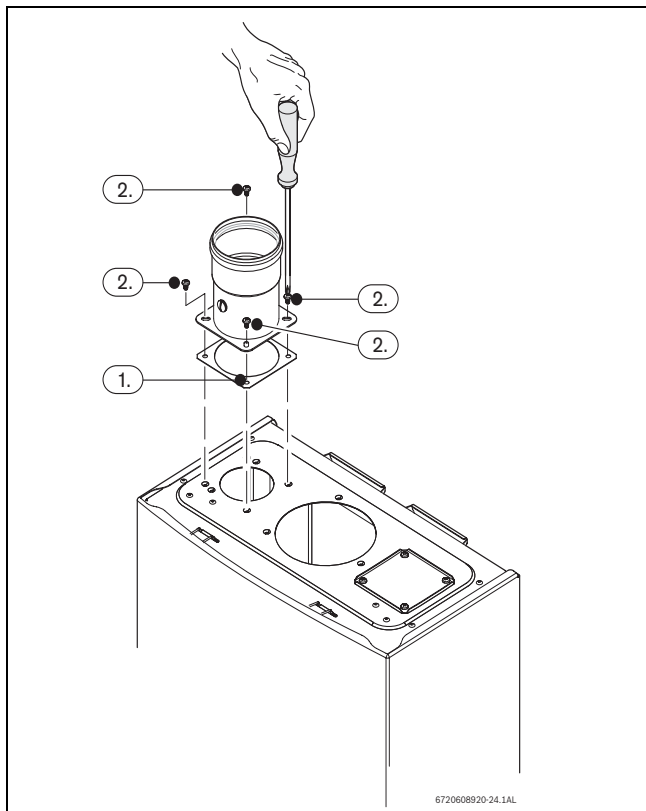

Fig. 27
- ▶ Collocare la guarnizione tra l'apparecchio e l'accessorio base, Fig. 27, pos. 1.
- ▶ Serrare le 4 viti dell'accessorio base, Fig. 27, pos. 2.